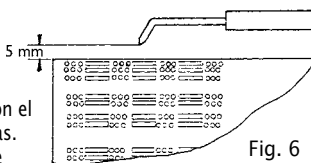

Fig. 6
- Controlar la posición del electrodo de encendido (véase Fig. 6).